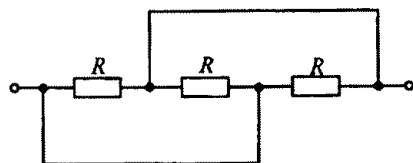

Рис. 20
1.34. Каково эквивалентное сопротивление цепи, показанной на рис. 20, если все резисторы в ней имеют одинаковое сопротивление R ?